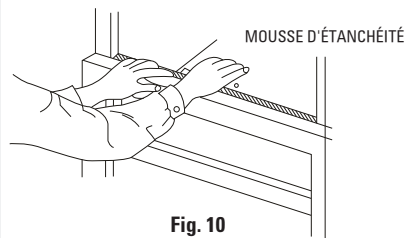

Fig. 10
D. Coupez la bande d'isolant pour le châssis de la fenêtre, et insérez-la dans l'espace entre le châssis inférieur et supérieur (fig.10).